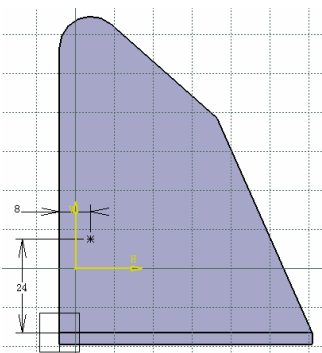

图 3-166
- >>> 步骤03 单击 Positioning Sketch 图标 ，设置孔的中心位置，如图 3-166 所示。